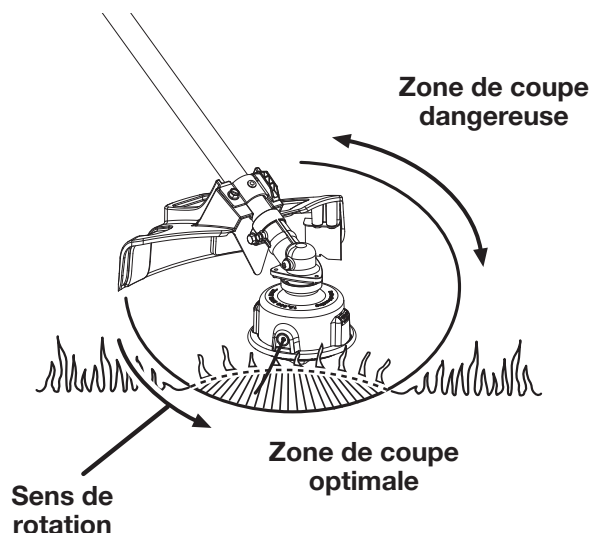

Figure 9
1. Éviter les surfaces très chaudes en maintenant toujours l'outil à l'écart du corps. (Position de travail correcte illustrée à la figure 9 et 10).
3. Pour couper avec le taille-bordures, utiliser un mouvement de balayage de gauche à droite. Ceci évite que les débris soient projetés en direction de l'opérateur. Éviter de couper dans la zone dangereuse montrée aux figure 9.